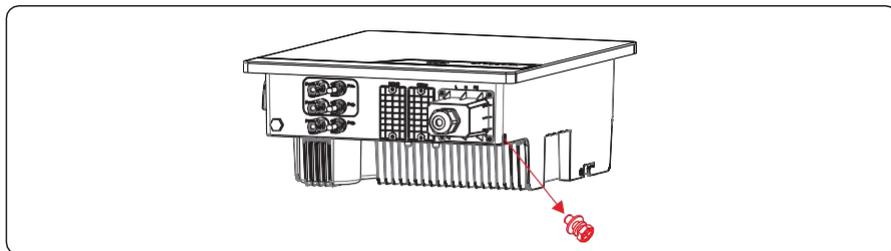

Figura 5.3 Remova os parafusos de aterramento
Passo 3 Remova os parafusos de aterramento dos pontos de aterramento, conforme mostrado na Figura 5.3.